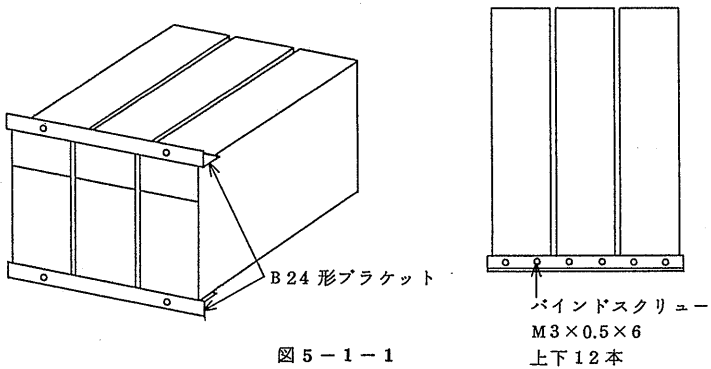

図 5-1-1
- (1) B23 形ブラケットを PLZ 72W へ取付けます。このブラケットは 3 台まで取付けられます。(図 5-1-1)